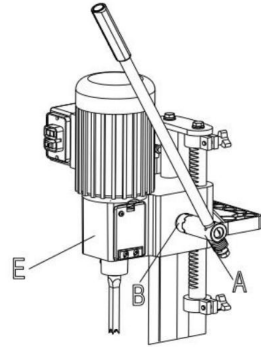

Fig. 3
2. Hög insticksmaskinens huvud (E) Fig. 3, till uppåtläge genom att vrida handtaget (A) medurs. OBS: Handtaget (A) är fjäderbelastat och kan flyttas av dra ut handtaget och placera det på pinjongaxeln (B).